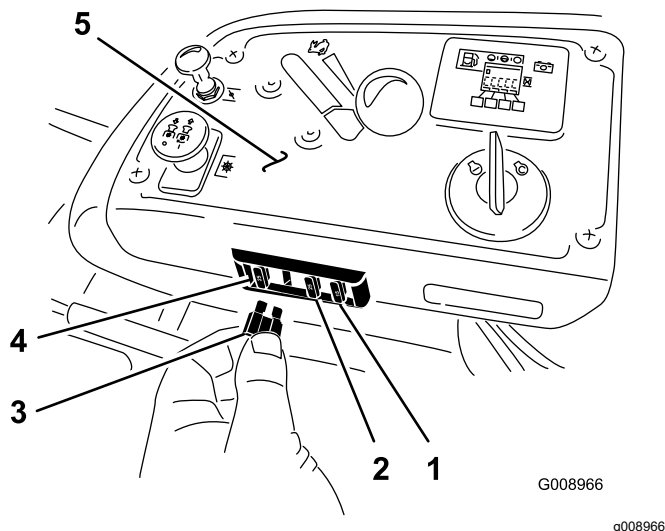

Figure 61
Les fusibles se trouvent sur la console, à droite du siège (Figure 61).
2. Remplacez le fusible (Figure 61).